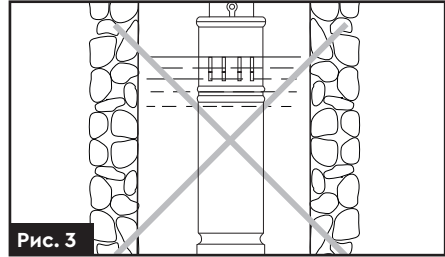

Рис. 3
- » Заборонено експлуатацію насоса коли рівень води у свердловині (колодязі) недостатній, щоб уникнути роботи насоса без води (**рис. 3**). Необхідно обладнати систему водопостачання захистом від «сухого» ходу, для цього рекомендуємо встановити електронний контролер тиску.